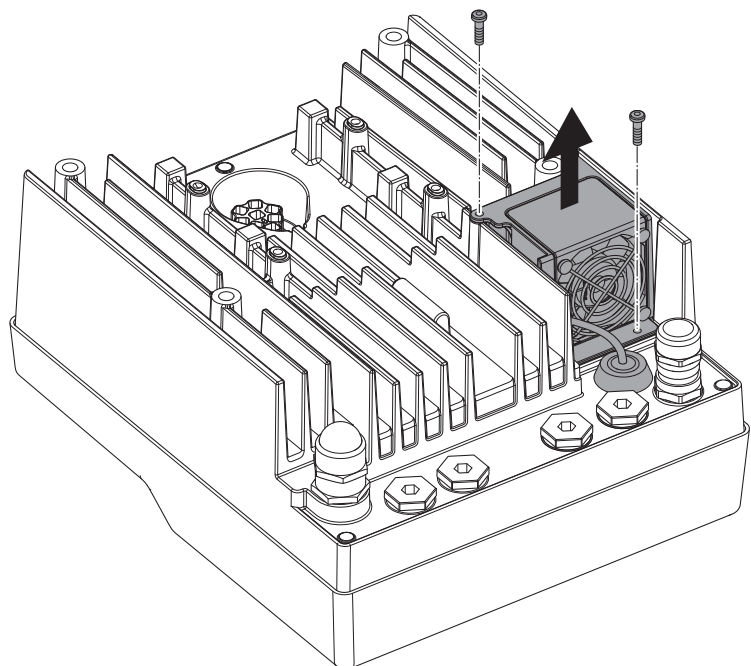

Fig. 47: Desmontagem do ventilador do módulo
- Desapertar os parafusos do ventilador do módulo (Fig. 47).